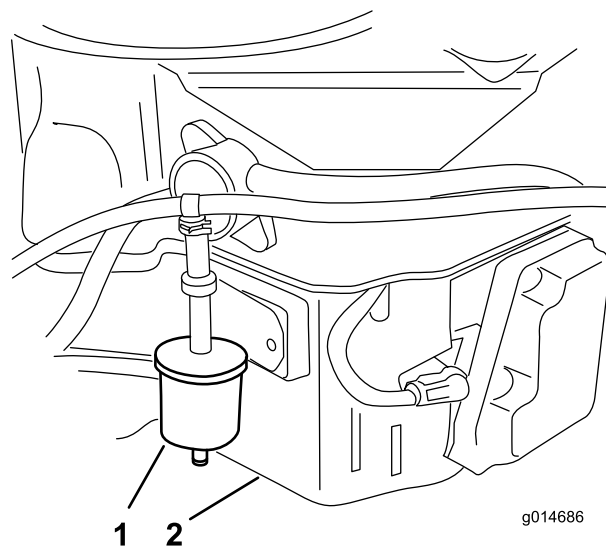

Figure 34
3. Déposez le filtre d'évent de carburant existant (Figure 34).